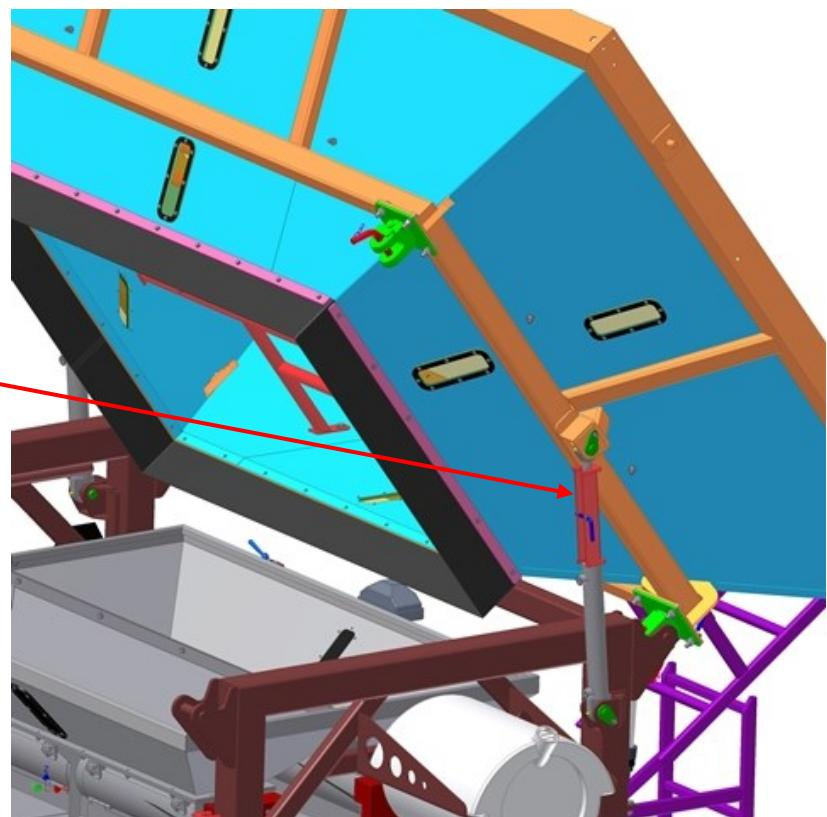
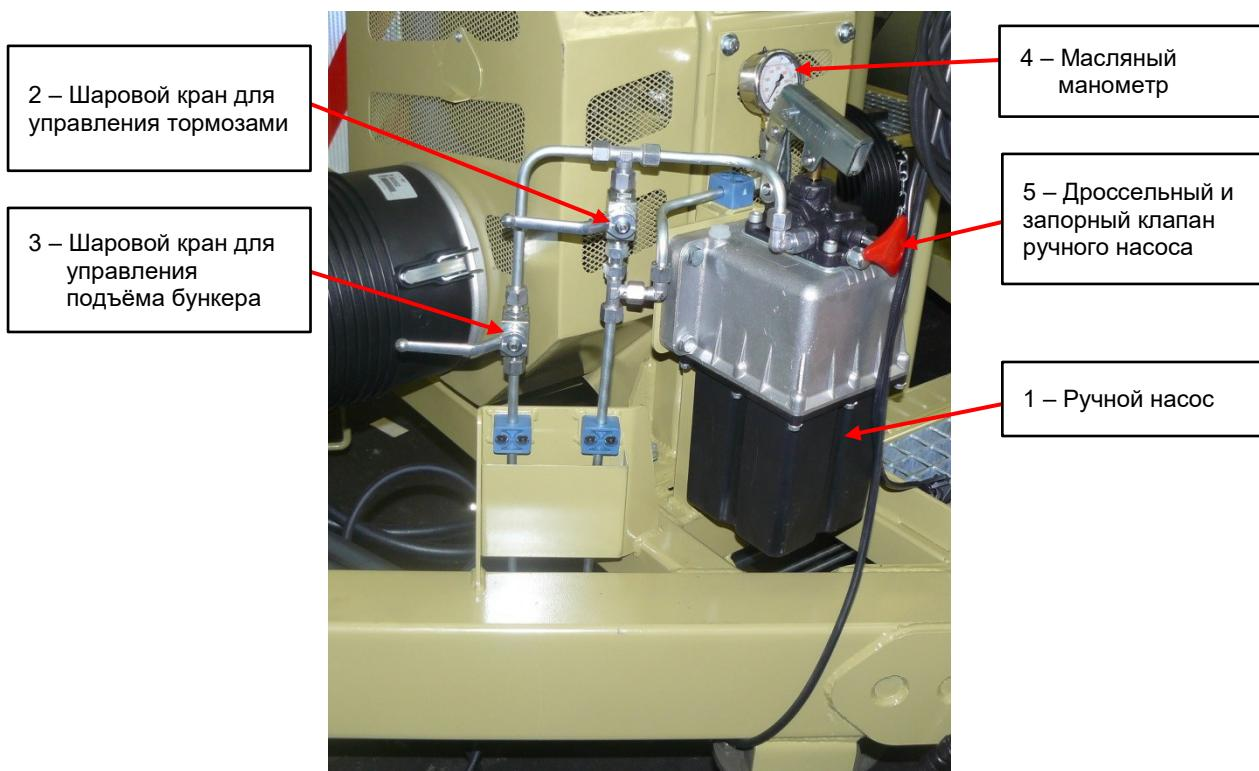

Рис. 13
Рис. 17
Бункер установки может разгружаться на обе стороны с помощью гидравлических цилиндров, управляемых ручным насосом. Чтобы разблокировать бункер, необходимо извлечь два стопорных штифта (Рис. 12) со стороны, противоположной той, на которую планируется откидывать бункер и с помощью ручного насоса - Рис. 17 (1) наклонить бункер в нужную сторону. Схема и описание гидравлической системы изложены в разделе III, главе 8.
В том случае, если требуется поднять бункер, завинтите дроссельный клапан – Рис. 17 (5), откройте шаровой кран бункера – Рис. 17 (3) и закройте шаровой кран тормозов – Рис. 17 (2). Затем с помощью ручного насоса – Рис. 17 (1) поднимите бункер. Закройте шаровой кран бункера – Рис. 17 (3), чтобы избежать утечки давления из системы. В поднятом положении насадите на гидравлический цилиндр подъёма упор бункера и зафиксируйте его с помощью крепёжного пальца (Рис. 13).
В том случае, если требуется опустить бункер, завинтите дроссельный клапан – **Рис. 17** (5), откройте шаровой кран бункера – **Рис. 17** (3) и закройте шаровой кран тормозов – **Рис. 17** (2). Затем с помощью ручного насоса – **Рис. 17** (1) приподнимите бункер. Закройте шаровой кран бункера – **Рис. 17** (3). В поднятом положении снимите упор с гидравлического цилиндра подъёма бункера (**Рис. 13**). Откройте шаровой кран бункера – **Рис. 17** (3) и постепенным поворотом дроссельного клапана – **Рис. 17** (5) бункер медленно опустите на раму шасси. Затем снова закройте шаровой кран подъёма бункера – **Рис. 17** (3). Зафиксируйте бункер стопорными штифтами (**Рис. 12**) и уложите упор в кронштейн на установке.
В целях обеспечения безопасности после опрокидывания бункера его необходимо зафиксировать с помощью насаживания упора на гидравлический цилиндр подъёма бункера (Рис. 13). Упор насаживается на поршень гидравлического цилиндра и закрепляется с помощью пальца с чекой. Опрокидывание бункера можно выполнять только при полном останове установки, с выключенным двигателем трактора и только на ровной и прочной поверхности.
Прессование в рукав создаёт давление, которое движет установку вперёд. С помощью гидравлической системы торможения моста установки (Рис. 17) создаётся сопротивление, которое обеспечивает оптимальную набивку рукава и максимальное вытеснение воздуха. Сопротивление движению можно плавно регулировать. Давление в гидравлической системе создаётся с помощью ручного насоса – Рис. 17 (1), регулируется с помощью дроссельного клапана на насосе – Рис. 17 (5), а запирается система с помощью шарового клапана – Рис. 17 (2). Актуальное значение давления в системе показывает масляный манометр – Рис. 17 (4).
В том случае, если требуется повысить давление, завинтите дроссельный клапан – Рис. 17 (5), откройте шаровой кран тормозов – Рис. 17 (2) и закройте шаровой кран бункера – Рис. 17 (3). После чего рычагом ручного насоса – Рис. 17 (1) подкачайте тормозную систему до требуемого давления. Давление зависит от текущей рабочей ситуации. Нормальным является рабочее давление до 16 Мпа (160 бар). Манометр, входящий в комплект поставки, оснащён шкалой от 0 до 25 Мпа (0-250 бар). Затем закройте шаровой кран тормозов – Рис. 17 (2), чтобы избежать утечки давления из системы.
В том случае, если требуется снизить давление, откройте шаровой кран тормозов – Рис. 17 (2), медленно откручивайте дроссельный клапан ручного насоса – Рис. 17 (5) и постепенно снижайте давление в системе. После достижения желаемого значения закрутите дроссельный клапан – Рис. 17 (5) и закройте шаровой кран тормозов – Рис. 17 (2).